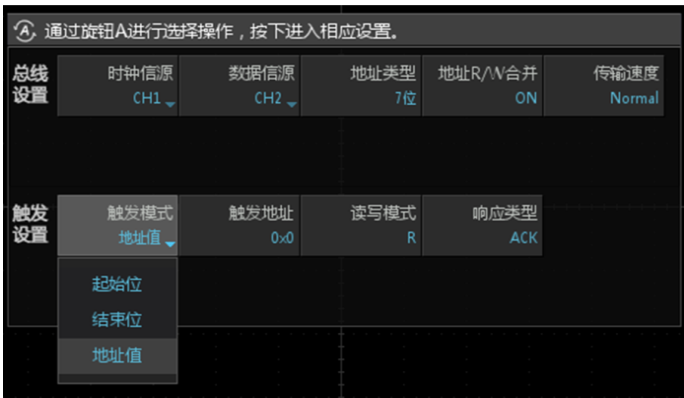

图 15.24 解码协议参数
- 5、用户按下【协议参数】软键，可以对协议参数进行设置，旋转旋钮 A 可选择参数，短按旋钮 A 后可进行参数修改，其中包括“总线设置”与“触发设置”，如图 15.24 所示，通道 1 为时钟信号源，通道 2 为数据信号源，地址类型为 7 位，触发模式设为地址值，触发地址为 0x50，读写模式为 R，响应类型为 ACK。